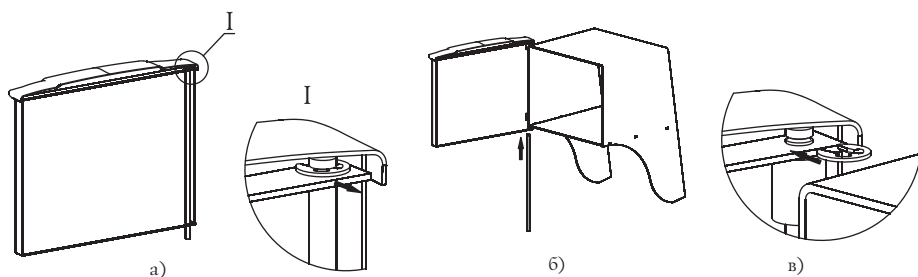

Рисунок 5. Установка дверцы при монтаже печи «Шилка»
1. Извлеките ось из дверцы, предварительно сняв упорную быстросъемную шайбу, рисунок 5.а;
3. Вставьте ось через отверстия снизу вверх, с расположением канавки под шайбу в верхней части оси, рисунок 5.б;
4. Установите упорную быстросъемную шайбу в канавку на оси, рисунок 5.в;